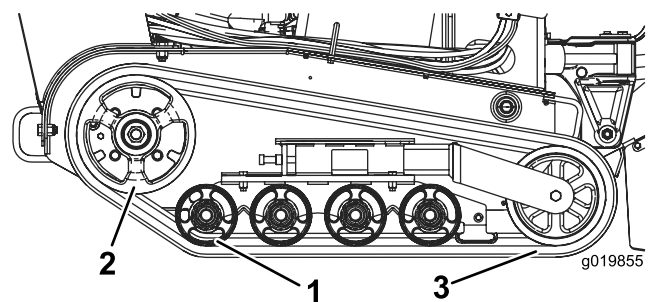

Bild 44
Wichtig: Reinigen Sie die Straßenräder und das Antriebsrad gründlich (**Bild 44**). Die Straßenräder sollten sich in sauberem Zustand ungehindert drehen.
8. Legen Sie die neue Kette, beginnend beim Antriebsrad, um das Rad und stellen Sie sicher, dass die Stollen an der Kette zwischen die Distanzstücke am Kettenrad passen (Bild 44).
9. Drücken Sie die Kette unter und zwischen das hintere und mittlere Straßenvorderrad (Bild 44).